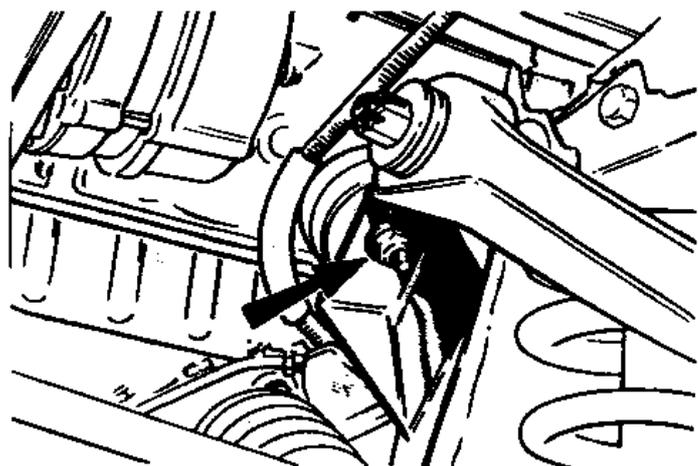

Рис.11.31. Отверните гайку левого узла крепления двигателя (Разд.33)
8. Отверните гайку левого узла крепления двигателя (Рис.11.31) и приподнимите двигатель домкратом примерно на 125 мм. Сдвиньте рейку влево, проденьте левую рулевую тягу над стабилизатором, затем вытяните рулевой механизм с левой стороны.